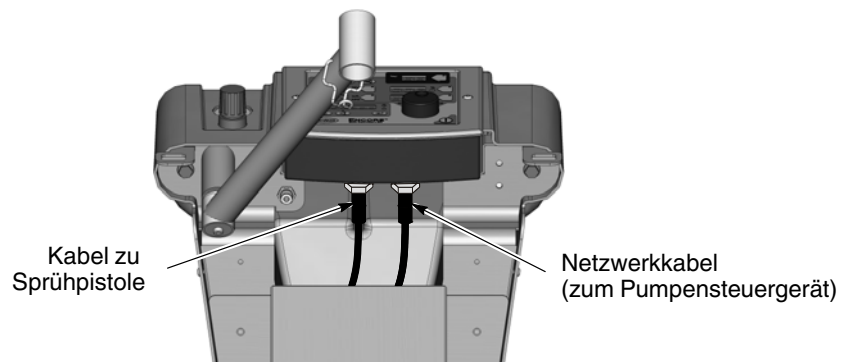

Abbildung 3-4 Anschluss des Sprühpistolenkabels an die Systemsteuerung – Abbildung zeigt mobiles System
1. Mobiles System: Siehe Abbildung 3-4. Das Sprühpistolenkabel hinten in den Transportwagenturm und nach oben bis zur oberen Vorderwand verlegen. Dadurch kann der Benutzer das Kabel mit den Sprühluft- und Elektrodenspülluftschläuchen bündeln.